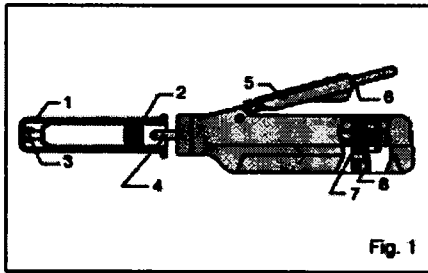

Fig. 1
*ISO 9917-1: 2003 (E) (Cemento de vidrio de polialcanoato)
- Aplique GC CAVITY CONDITIONER (10 s.) o GC DENTIN CONDITIONER (20 s.) a las superficies de unión utilizando una bolita de algodón o esponja (Fig. 1).
*ISO 9917-1 : 2003 (E)(Cemento de vidrio de polialilanoato)
7. Bloque deslizante 8. Palanca de liberación (Fig. 1)